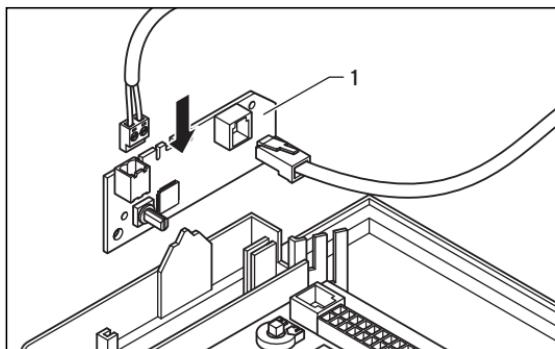

Fig. 4.2 Montaggio della scheda elettronica dell'accoppiatore bus
- Inserire la scheda elettronica (1) con la clip nel vano (2) della scatola comandi.
- Collegare il cavo bus (3) al morsetto di collegamento in dotazione (4).
- Inserire il morsetto di collegamento (4) del cavo bus nello slot (5) sulla scheda elettronica dell'accoppiatore bus.
- Montare la scheda elettronica dell'accoppiatore bus nella scatola comandi come illustrato alla fig. 4.2.